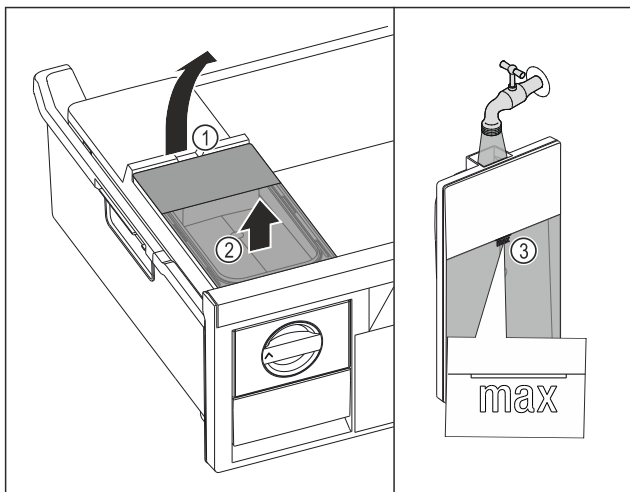

Fig. 109
- ▶ Zvedněte nádržku na vodu za vybrání Fig. 109 (1).
- ▶ Vyměte nádržku na vodu nahoru. Fig. 109 (2)
- ▶ Naplňte nádržku na vodu pitnou vodou až po značku Fig. 109 (3).